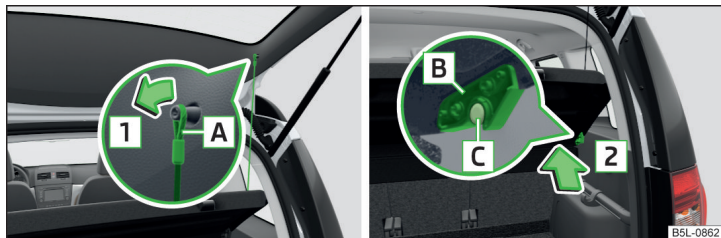

Fig. 105 Retirar la cubierta del maletero
Si las cintas de sujeción **A** » fig. 105 están enganchadas en la tapa del maletero, entonces al abrir la tapa también se levantará la cubierta del maletero (a continuación, sólo cubierta).
- Sacar en ambos lados de la tapa del depósito las cintas de sujeción **A** en el sentido de la flecha **1** » fig. 105.
- Coloque los alojamientos **B** en la cubierta sobre los pernos **C** del revestimiento lateral » fig. 105.